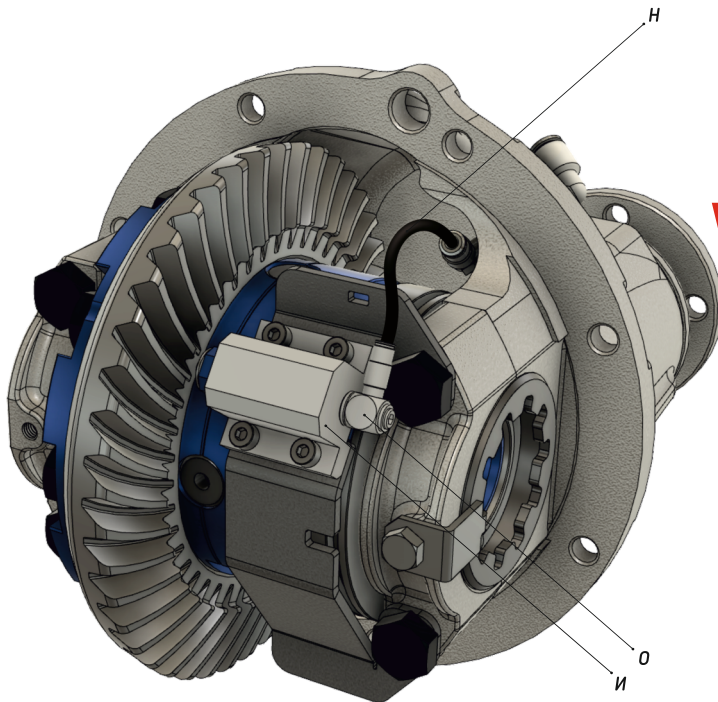

Рисунок 8
- 4.2 Обрежьте пневмотрубку «Н» до необходимого размера и установите ее (рисунок 8).